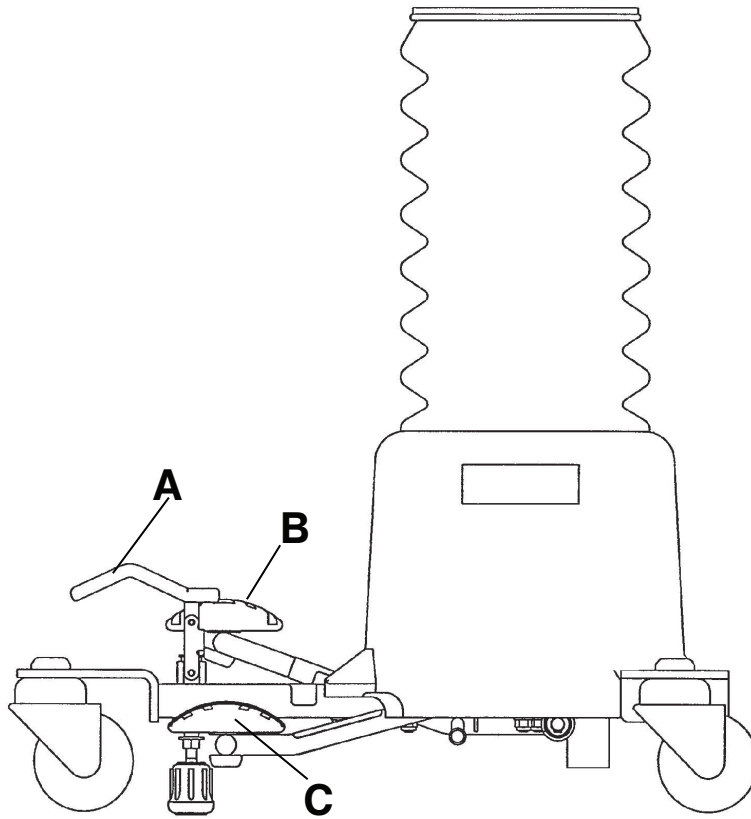

Figura 1 – Innesto e disinnesto del freno
Per innestare il freno, abbassare il pedale del freno (A) (Figura 1). Spingere la sedia per verificare che il freno sia bloccato.
Per alzare l'altezza del sedile, spingere il pedale a pompa (B) fino a portare il sedile all'altezza desiderata (Figura 1).